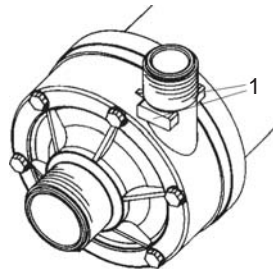

Рисунок 6: Захват (1).
- При сборке/разборке соединения выходного патрубка насоса используйте захват, чтобы избежать повреждения корпуса насоса (см. рисунок 6).